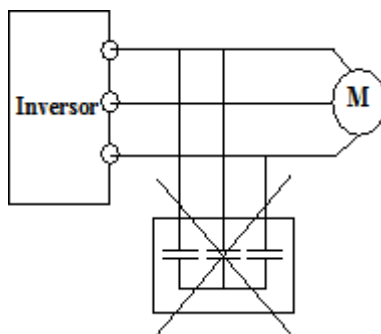

Fig. 1-6 Está prohibido el uso de condensadores.
- No conecte ningún Varistor o condensador a los terminales de salida de la unidad, ya que la onda de tensión de salida de la unidad es una onda de pulso; de lo contrario, se podrían dañar los componentes; tampoco instale el conector o el interruptor de suministro en la salida de la unidad, tal y como se muestra en la Fig. 1-6.